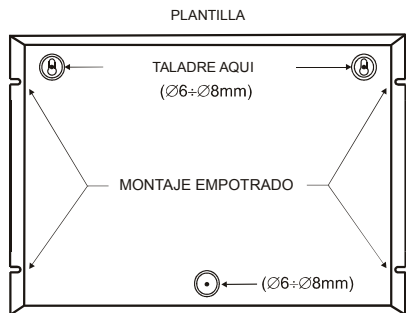

Figura 4.
- Utilice la plantilla suministrada para determinar los orificios de anclaje en la pared - vea la figura 4.